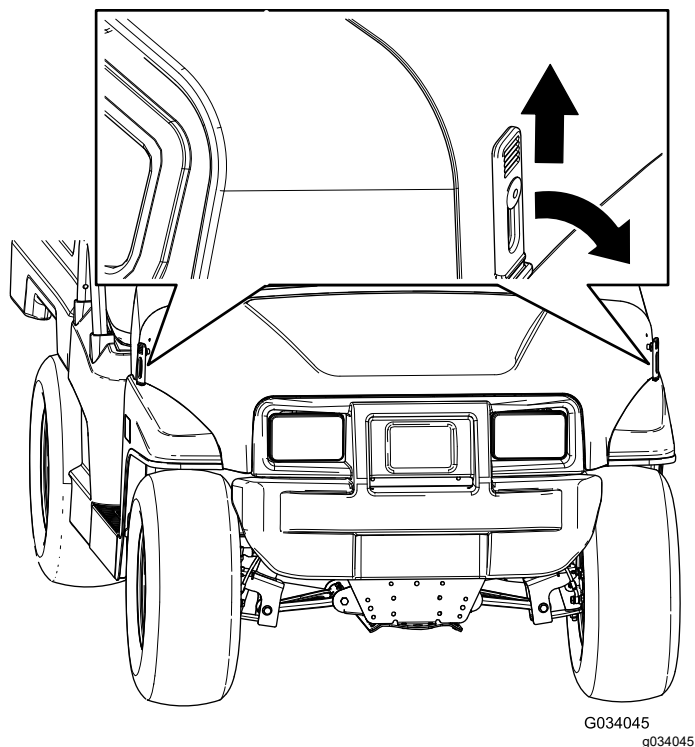

Figura 40
1. Tire hacia arriba de los cierres de goma de cada lado del capó (Figura 40).